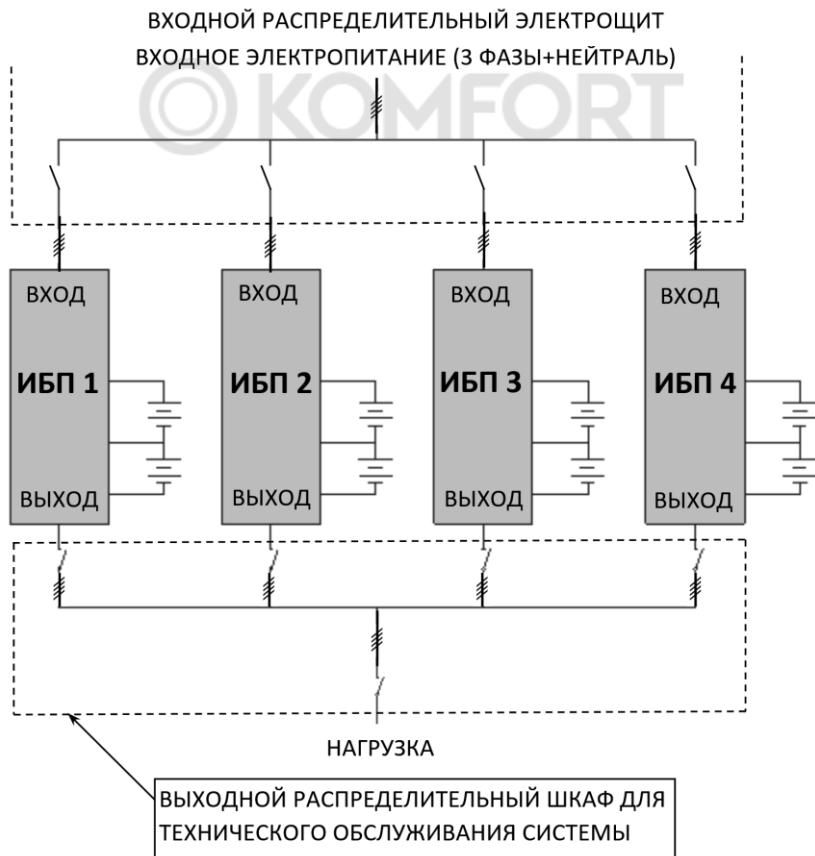

Рисунок 24 — Пример схемы подключения четырех изделий в систему параллельного резервирования с выходным распределительным шкафом.
Изделие имеет встроенный параллельный контроллер и может работать в системе бесперебойного питания с параллельным резервированием (см. рисунок 24 и рисунок 25). Целью такой системы является либо повышение надежности (резервирование), либо увеличение общей выходной мощности (масштабирование). При исправности всех соединенных параллельно изделий (от двух до четырех) нагрузка равномерно распределяется между ними, а в случае выхода из строя одного из изделий — перераспределяется между исправными изделиями, неисправное изделие отключается от системы.
Установите дополнительные внешние выходные выключатели (см. рисунок 24) между выходными клеммами каждого изделия и общими шинами, тщательно соблюдая фазировку.
- отключите входное сетевое питание каждого изделия. Убедитесь в том, что все внешние выключатели разомкнуты (см. рисунок 24);